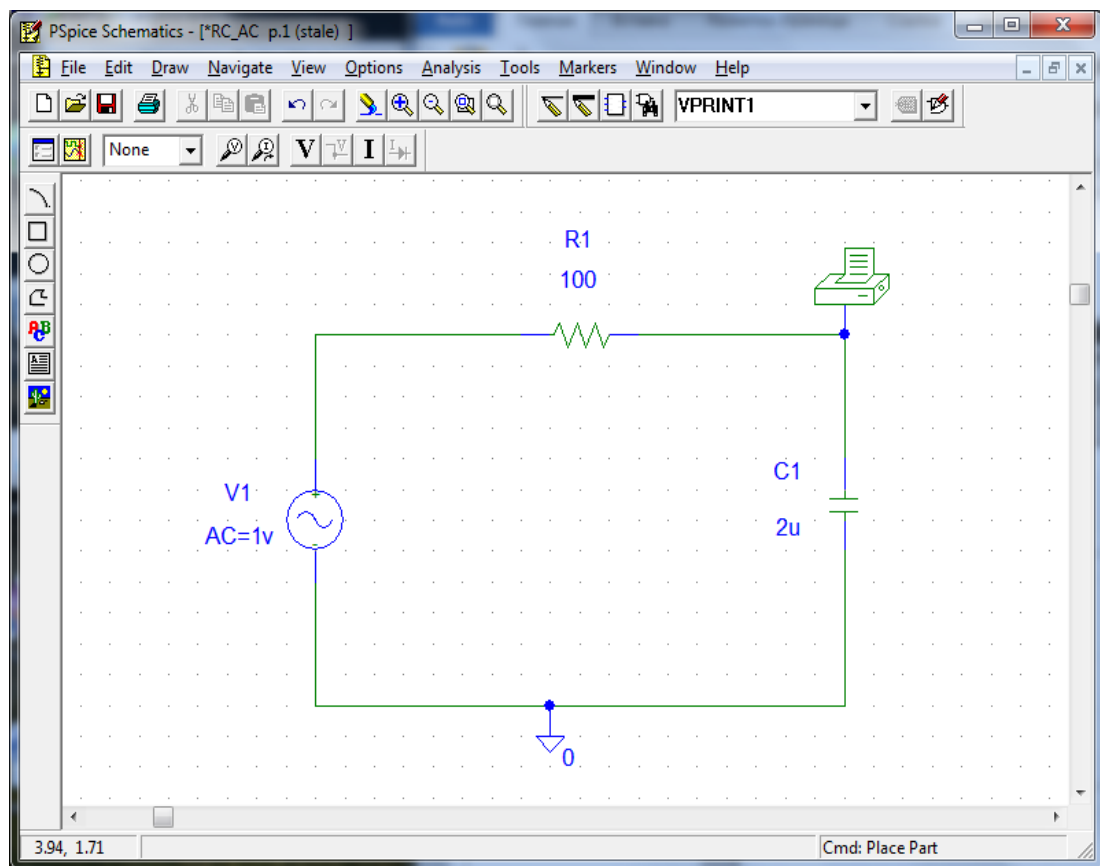

Рис. 14.8. Схема послідовного включення резистора і ємності з вимірювачем змінної напруги VPRINT1
10) Встановіть символ VPRINT1 з бібліотеки special.slb на вашій схемі між резистором і конденсатором (рис. 14.8).